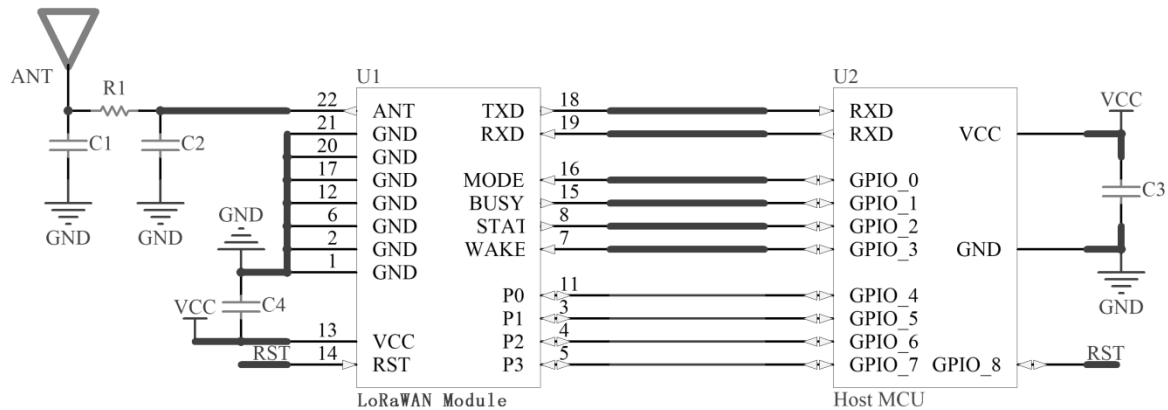

图 5-1 LSD4WN-2I717M90 典型时序应用电路
- 2: 不需低功耗时，图 5-1 中 WAKE 直接拉高，需要低功耗时，需连接 Host MCU 引脚控制。